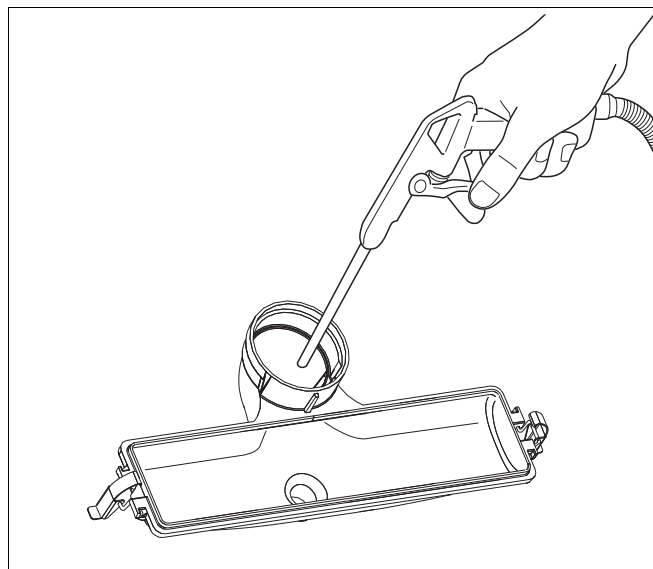

Fig. 112 Rengøring af kondensatkarret
- Rengør kondensatkarret mekanisk (med trykluft eller en blød børste), og skyl den med rent vand (fig. 112).